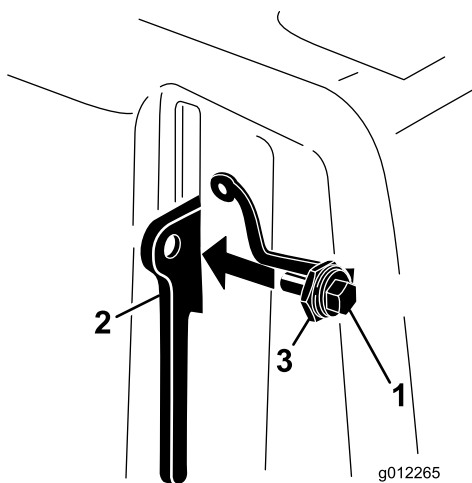

Figura 10
- Aperte o parafuso na alavanca de bloqueio da cobertura da correia (Figura 10).